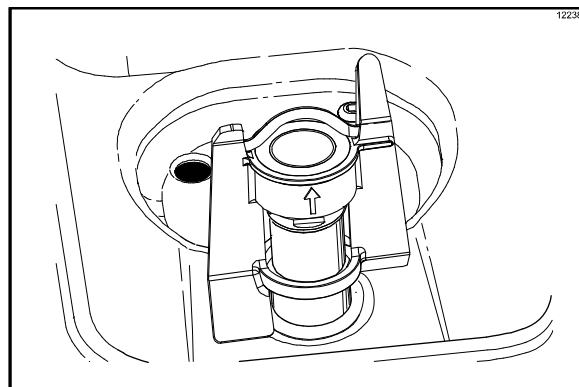

Рисунок 160
**Внимание!** Заполните смесью бачок до указателя уровня заполнения на лопасти перемешивателя. (См. рис. 160)